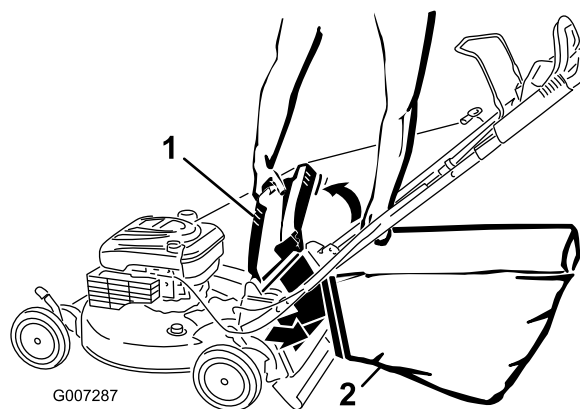

Figure 22
4. Accrochez le bord supérieur avant du bac sur les crans (Figure 22).